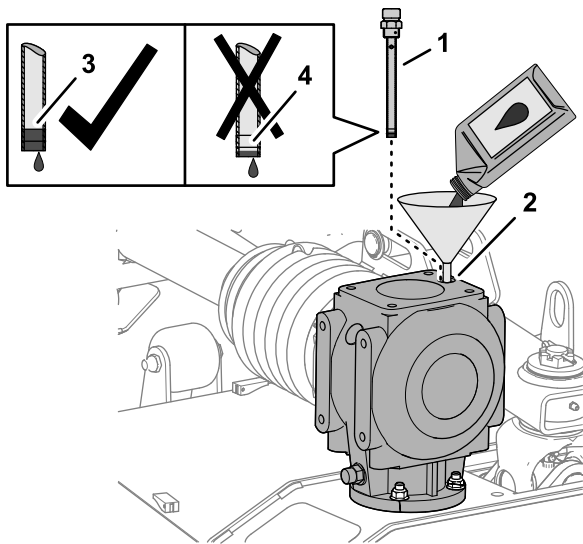

図 63
1. ディップスティックポートから所定のギアオイル 1,064 mL を入れる 図 63。
2. ポートにディップスティックをねじ込んでから抜き取ってオイルの量を調べる 図 63。
4. 給油ポートにディップスティックをねじ込んで締め付ける 図 63。